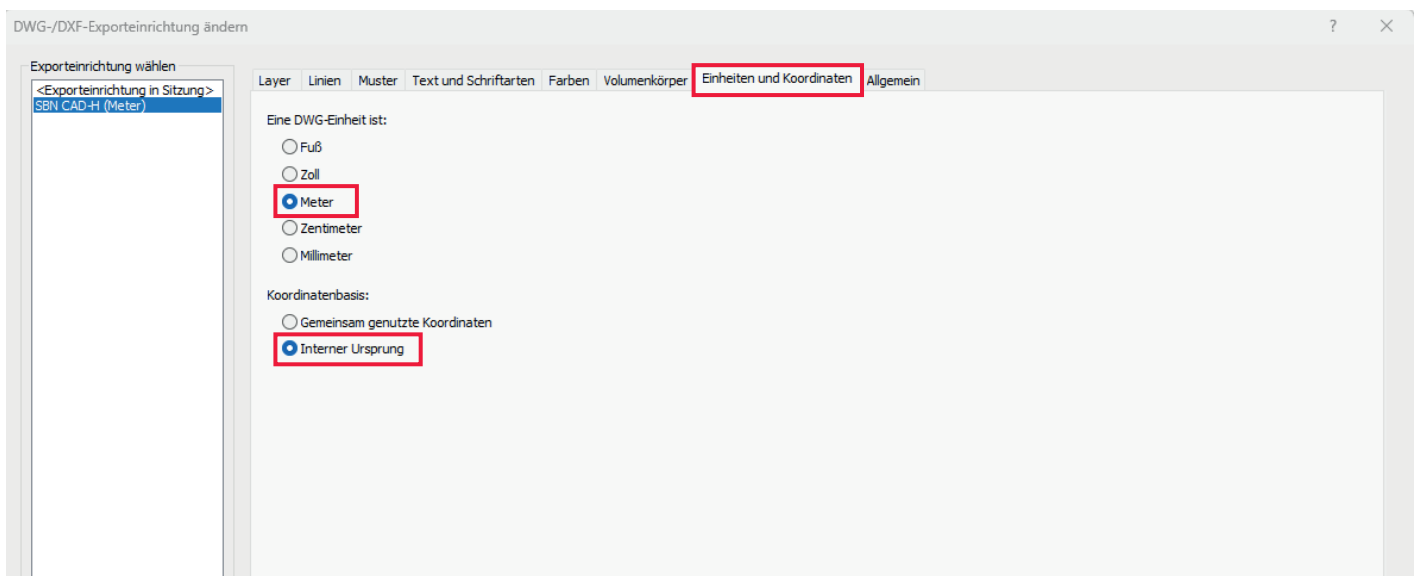

Abb.12: Einheiten und Koordinaten
- Wählen Sie **Interner Ursprung** als Koordinatenbasis aus. (Abb.12)